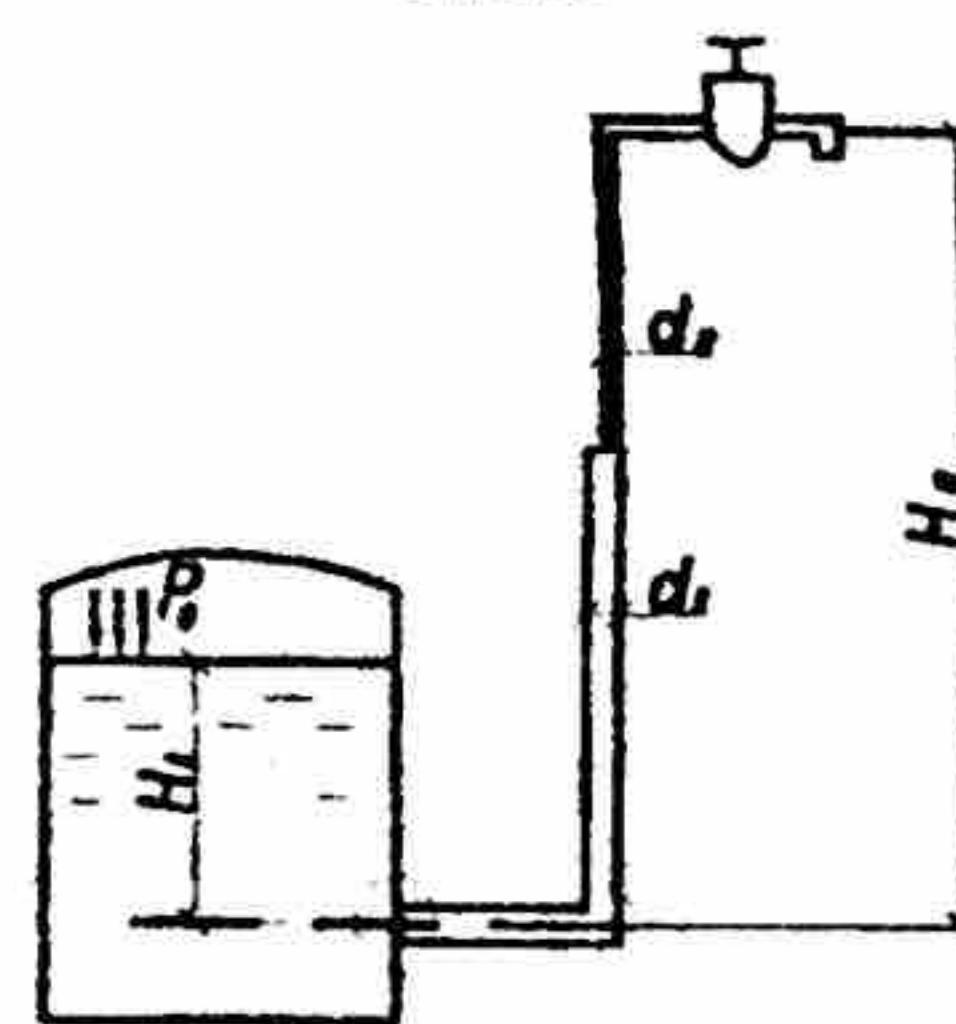

Рис.15
17. Какое давление P_0 необходимо поддерживать в резервуаре (рис. 15) $H_1 = 2 \text{ m}$, чтобы через кран, расположенный на пятом этаже здания $H_2 = 20 \text{ m}$ и имеющий коэффициент $\zeta = 3$, проходил расход воды Q ? На участке трубопровода длиной l_1 труба имеет диаметр d_1 , на участке l_2 — диаметр d_2 . Температура воды $t = 20^\circ\text{C}$, абсолютная шероховатость стенок трубопровода $K_s = 0,2 \text{ mm}$.
17. Какое давление P_0 необходимо поддерживать в резервуаре (рис. 15) $H_1 = 2 \text{ m}$, чтобы через кран, расположенный на пятом этаже здания $H_2 = 20 \text{ m}$ и имеющий коэффициент $\zeta = 3$, проходил расход воды Q ? На участке трубопровода длиной l_1 труба имеет диаметр d_1 , на участке l_2 – диаметр d_2 . Температура воды $t = 20^\circ\text{C}$, абсолютная шероховатость стенок трубопровода $K_s = 0,2 \text{ mm}$.